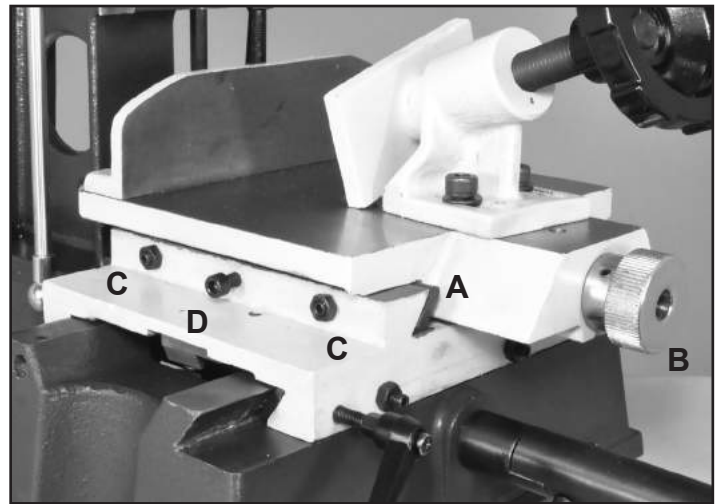

FIG. 12
La mesa superior (#42) que sostiene la pieza de trabajo se ajusta hacia adelante y hacia atrás al moverse sobre guías en cola de milano, FIG. 12, A. El movimiento de la mesa se controla con la pequeña perilla moleteada (#38) (B).
1. Para ajustar o aflojar el movimiento de la mesa, se puede ajustar la presión en las guías en cola de milano con los 2 tornillos y tuercas (# 54, #53). FIG. 12, C. Estas herramientas ejercen presión en la placa de desplazamiento (#55) que se apoya en las guías en cola de milano de la mesa.
2. Para asegurar la mesa en un punto para que no se mueva, se puede ajustar el tornillo de cabeza hexagonal (#64) (D). Esto es recomendable cuando se debe perforar la misma escopleadura en varias piezas de trabajo.